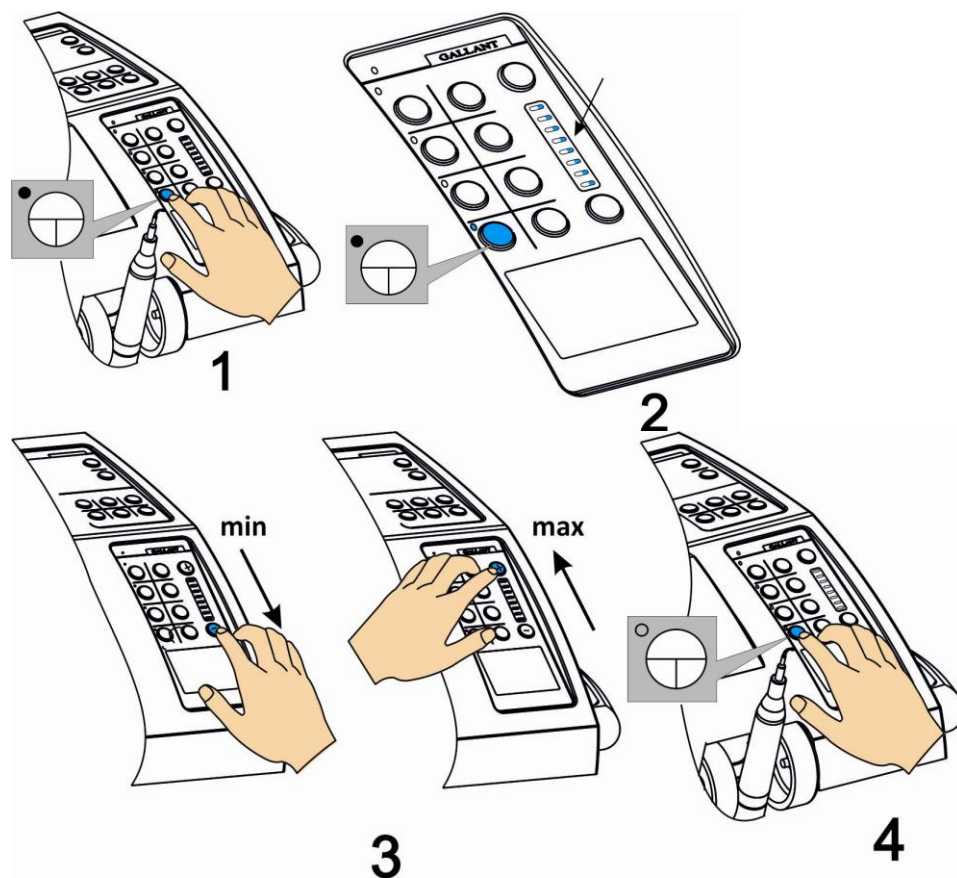

Рисунок 5.3.3.1 Настройка крутящего момента микромотора в режиме ЕНДО.
1. Нажмите кнопку включения режима ЕНДО, при этом мигает индикатор который означает установку данного режима (см. Рисунок 5.3.3.1.).